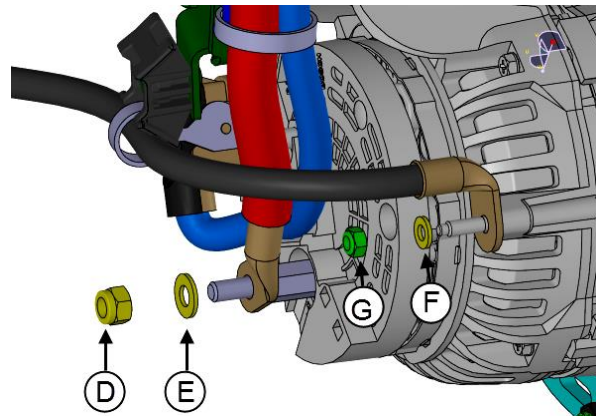

FIGURE 48
8. Connecter le câble de puissance (+) sur l'adaptateur situé à la borne **B1+**, placer une rondelle plate **E** contre la cosse du câble de puissance (+) et visser l'écrou **D** (FIGURE 48).
9. Connecter le câble de mise à la masse à la borne de mise à la masse de l'alternateur (FIGURE 48). Placer une rondelle plate **F** contre la cosse du câble puis visser l'écrou **G**.